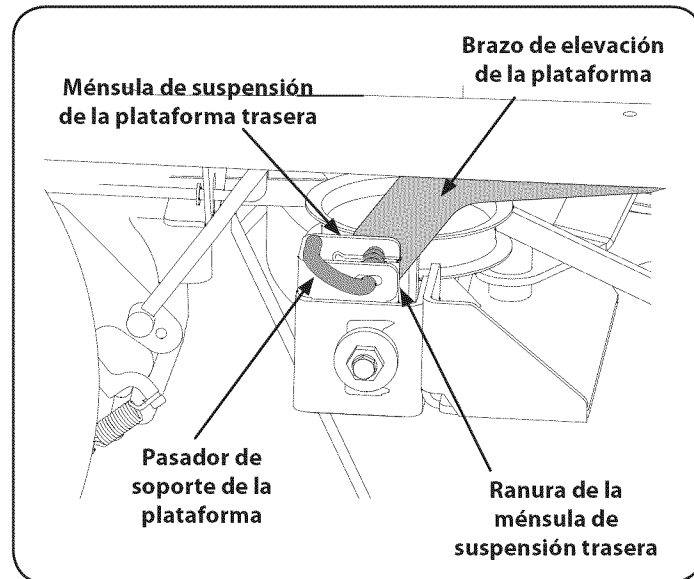

Figura 38
6. Localice la LH y RH pines soporte de la plataforma a cada lado de la cubierta. Tire de los pasadores de soporte de la plataforma hacia el exterior y de bloqueo en la posición de desenganche para liberar la cubierta de la LH del tractor y los brazos RH cubierta ascensor. Refiérase a la Figura 38.
4. Maniobra de la cubierta de modo que las ranuras de los dos soportes de suspensión trasera cubierta de aproximadamente alinearse con los brazos elevación de la plataforma del tractor. Refiérase a la Figura 38.
6. Tire de los pasadores de soporte de la plataforma hacia el exterior y la maniobra de la cubierta como sea necesario para alinear los orificios de la cubierta de los brazos de elevación con los pines. Refiérase a la Figura 38.